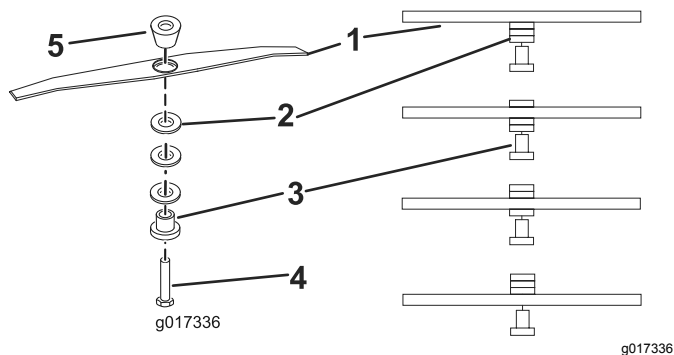

Figure 12
5. Repositionnez les entretoises à la hauteur voulue, reposez le porte-lame et les entretoises (Figure 12), puis serrez le boulon à 25 N·m (18 pi-lb).